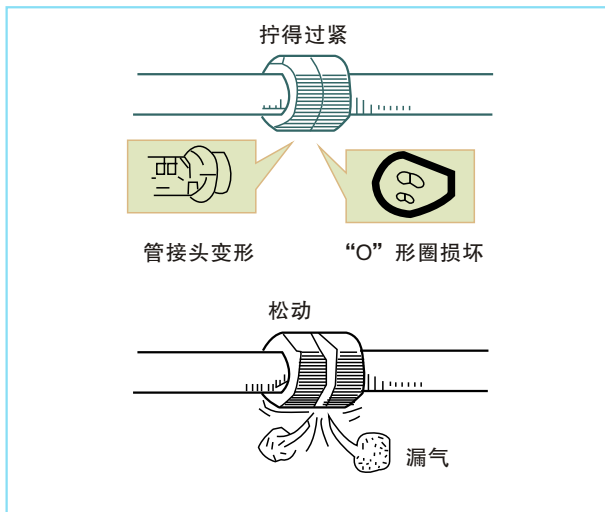

图8-15 力矩不足将产生的后果
- c. 应按规定的力矩要求拧紧管接头螺母。（如图8-15）